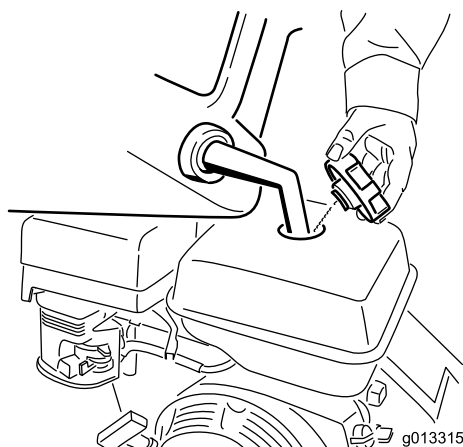

Figure 14
3. Nettoyez la surface autour du bouchon du réservoir de carburant et enlevez le bouchon (Figure 14).